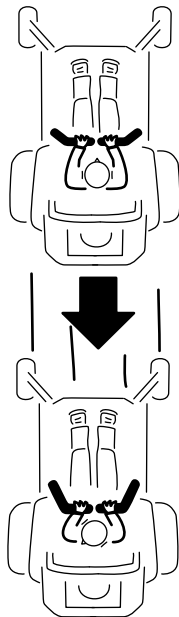

**Figura 24**
3. Para ir hacia adelante, empuje lentamente las palancas de control de movimiento hacia adelante (Figura 24).